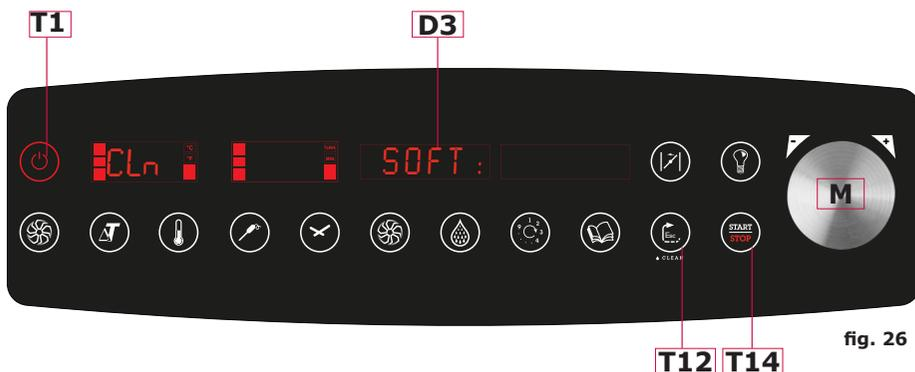

fig. 26
- Una vez seleccionado el tipo de lavado apropiado presionar la tecla **T14** (fig. 26) para iniciar el lavado automático. **El lavado funciona sólo con la puerta cerrada.**
Durante el lavado la pantalla **D3** (fig. 26) visualizará las siguientes fases: